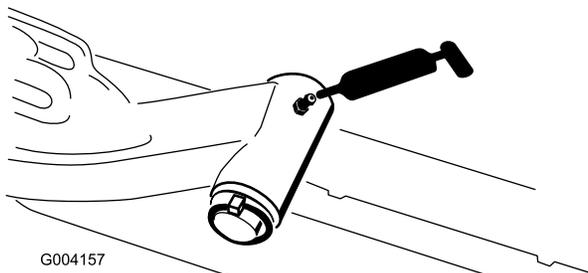

Figura 55
- Veio da articulação do braço de elevação (1 de cada) (Figura 55)